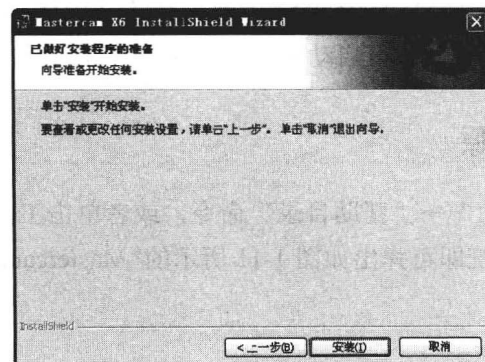

图 1-8 安装确认界面
STEP 08 用户可以选中“Metric (mm)”单选钮，然后单击“下一步”按钮，弹出如图 1-8 所示的安装确认界面，系统提示用户再一次确认是否安装。